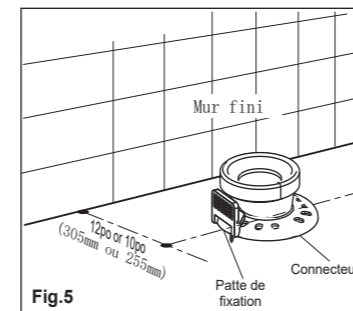

Fig.5
3. Placer les pattes de fixation sur les boulons à T et les fixer solidement en serrant à la main les écrous et les rondelles sur les boulons à T. Effectuer un dernier tour lors de l'installation finale, comme illustré à la fig.5.